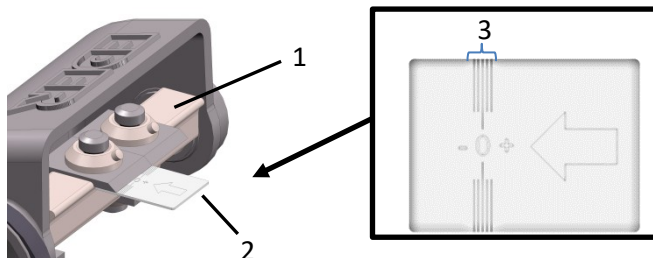

Fig. 11: Regolazione dei coltelli
- > Far scorrere il calibro di regolazione (2 - Fig.11) sotto il coltello in direzione della freccia fino al cilindro di scortecciatura (1 - Fig.11).
Attenzione: il tagliente del coltello deve trovarsi nell'area contrassegnata (3 - Fig.11).